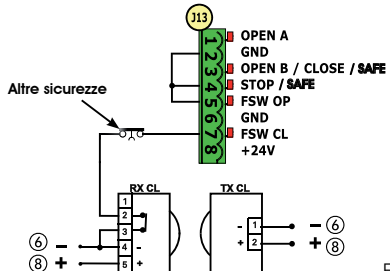

Fig. 5
L'apparecchiatura elettronica è provvista di un sistema di decodifica (DS, SLH, LC/RC) bi-canale integrato chiamato OMNIDEC. Questo sistema permette di memorizzare, tramite un modulo ricevente aggiuntivo (Fig. 5 rif. ①) e radiocomandi della stessa frequenza, sia l'apertura totale (OPEN A) sia l'apertura parziale (OPEN B) dell'automazione.